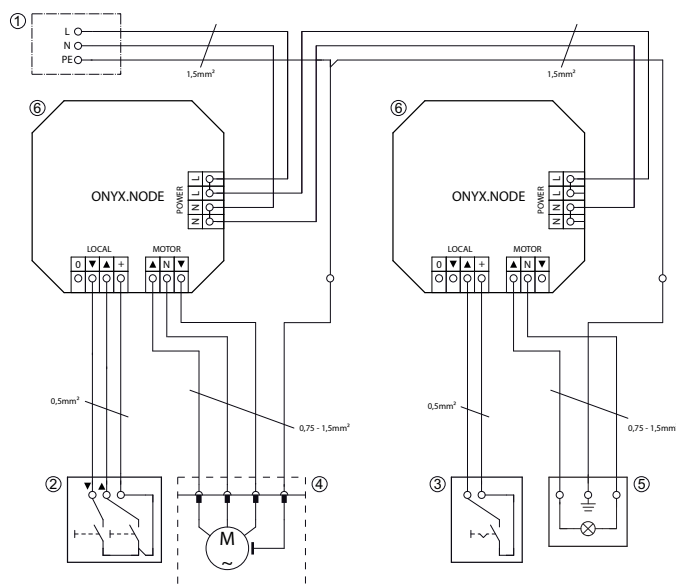

Fig. 2: Schema di collegamento motore veneziana, avvolgibile, tenda da sole, illuminazione
2. Collegare il cavo spelato senza bussole finali, come mostrato nella fig.2.